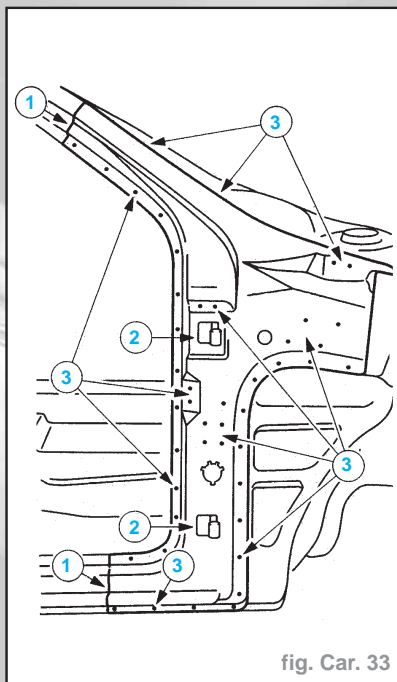

fig. Car. 33
- Découper l'embouti extérieur de montant (fig. Car. 33) :
- procéder à une découpe approximative (1).
- meuler le cordon de soudure (2).
- fraiser les points de soudure (3).